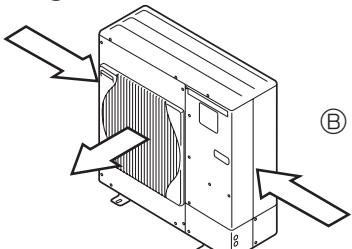

Fig. 2-4
- ③ Εγκαταστήστε τη μονάδα με τρόπο ώστε ο αέρας που βγαίνει από το στόμιο εξαγωγής να φυσά κάθετα σε σχέση με την κατεύθυνση του ανέμου, εάν αυτό είναι δυνατό. (Fig. 2-4)